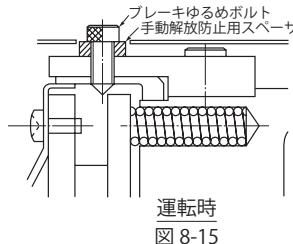

図 8-15
- (2)ブレーキを解放した後、再び元の状態に復帰させる場合は、安全のため(1)で取り外した手動解放防止用スペーサを元どおりに取り付けてください。(図8-15参照)
- (3)ブレーキゆるめボルトのサイズは次の通りです。